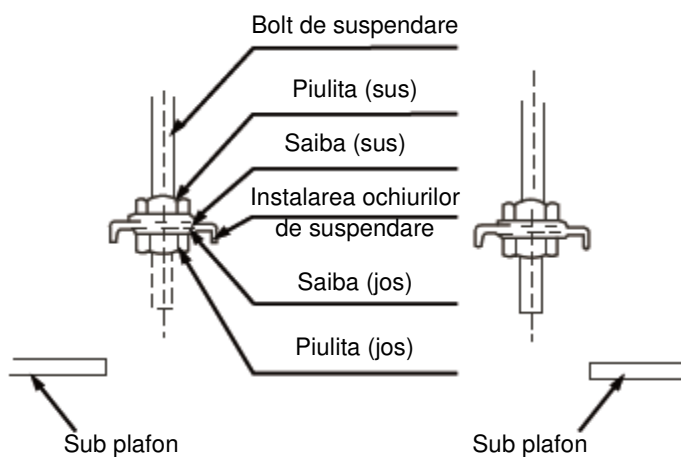

Figura 3.1
1. Reglați pozițiile piulitelor, dimensiunea spațiului dintre saiba (partea de jos) și plafon trebuie să se bazeze pe lucrările de construcție efective. A se vedea Figura 3.1.